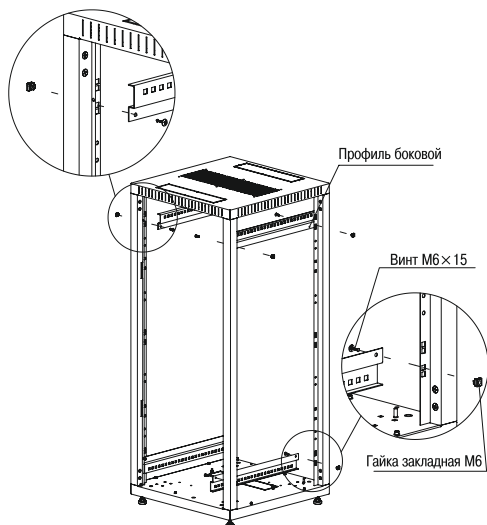

Рисунок 4 – Установка боковых профилей
4.3.4 Установите на собранный каркас шкафа сверху и снизу профили боковые, для этого вставьте закладные гайки М6 в квадратные отверстия на внешней стороне стоек, закрепите винтами М6×15 с полукруглой головкой (рисунок 4).